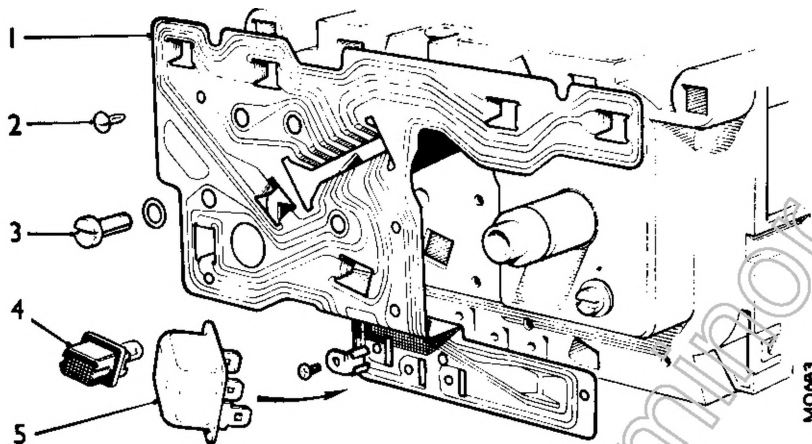

Fig. Nb.3
- (1) Staccare il quadro portastrumenti (Ved. la Sezione Nb.1).
- (2) Rimuovere tutti i portalampada (4) e lo stabilizzatore di tensione (5, Fig. Nb.3).
- (3) Staccare i tre terminali dello stabilizzatore di tensione.
- (4) Ad evitare di danneggiare il termometro e l'indicatore livello carburante, rimuoverli come è stato descritto nella Sezione Nb.2.
- (5) 1275 GT - Oltre alle operazioni di cui sopra, scollegare le connessioni del contagiri e rimuovere i portalampada.
- (6) Rimuovere le mollette a pressione (2) che fissano il circuito stampato e staccare il detto (1).